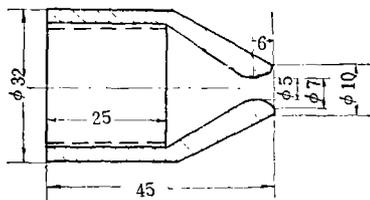

图2 喷嘴
1. 喷嘴：由普通元钢（或铜）车制而成，直径5.5毫米（图2）。